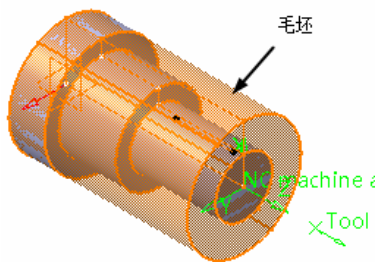

图 7-74 定义毛坯零件 (3)
5) 定义毛坯零件 (3)。单击 Stock 按钮，系统自动隐藏“Part Operation”对话框，在图形区创建毛坯实体作为毛坯零件，如图 7-74 所示，然后双击空白处返回“Part Operation”对话框。